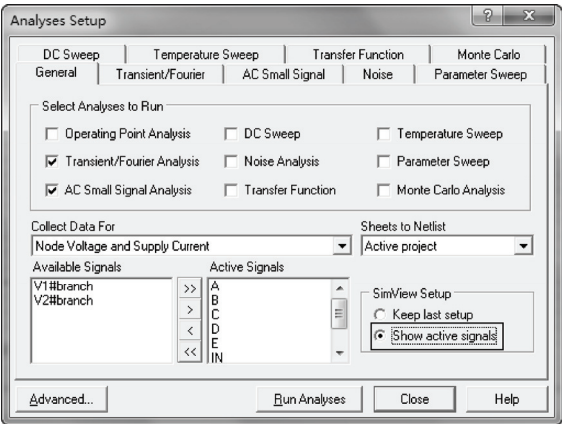

图 4-32 仿真该原理图时的仿真器设置
2) 设置仿真器。仿真的设置视具体的电路而定。在本次仿真中，采用如图 4-32 所示的仿真设置，选中“Show active signals”单选按钮。将对电路进行瞬态分析和交流小信号分析。